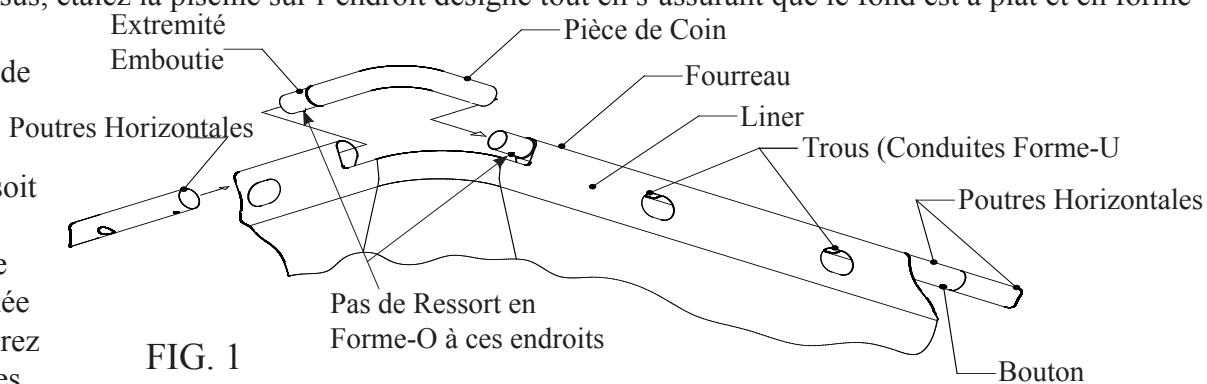
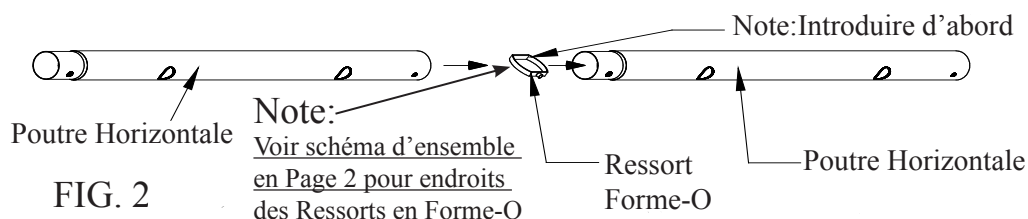

FIG. 1
FIG. 2
2. Repérez les quatre conduites (Pièces de Coin) métalliques Fig. 1, ensuite placez une à chaque coin de la piscine. Maintenant repérez les (Poutres Horizontales), introduisez un (Ressort en Forme-O) voir Fig 2, dans chaque petite extrémité emboutie de celles-ci seulement pour joindre en longueur les poutres ensemble.